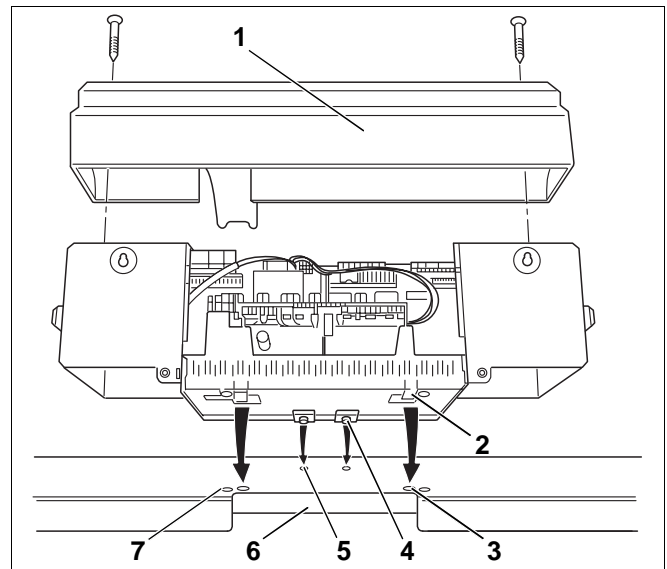

Рис. 48
- Ослабить два винта в крышке клеммной коробки (рис. 48, поз. 1) и снять ее, подняв вверх.
- Вставить крюки (рис. 48, поз. 4) системы управления в овальные отверстия передней крышки котла (рис. 48, поз. 5). Систему управления сдвинуть вперед и затем откинуть назад. Эластичные крюки (рис. 48, поз. 2) должны войти сзади в прямоугольные отверстия передней крышки котла (рис. 48, поз. 3).
- Цоколь системы управления закрепить двумя саморезами (рис. 48, поз. 7) к передней крышке котла справа и слева от места прохода кабеля (рис. 48, поз. 6).
- Крышку клеммной коробки (рис. 48, поз. 1) закрепить винтами на системе управления.